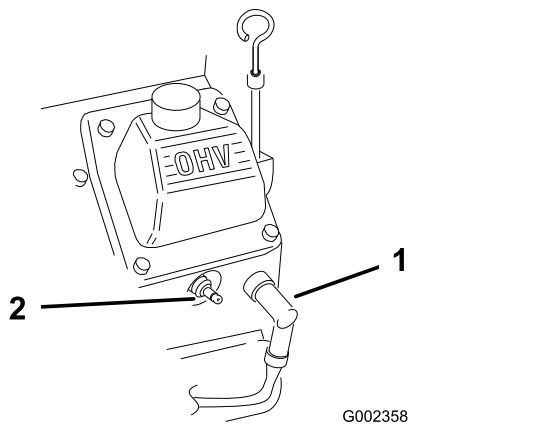

Figura 25
2. Scollegate i cappellotti dalle candele (Figura 25).